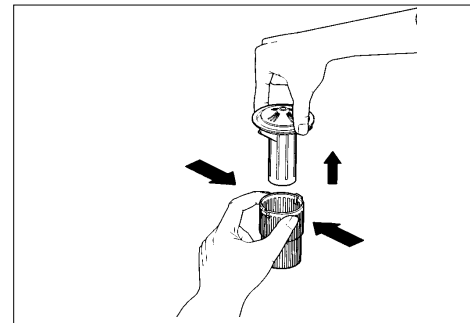

Abb. 13c
- Entfernen Sie den Filtersatz, indem Sie die Laschen nach links drehen (1). Nehmen Sie den Filtersatz senkrecht heraus.
- Zum Entfernen des Mikrofilters (D) den Bajonettverschluß abnehmen.
- Entfernen Sie den Filter, indem Sie das Filtergehäuse zusammendrücken (siehe Abb. 13c). Heben Sie gleichzeitig den Filter senkrecht heraus.